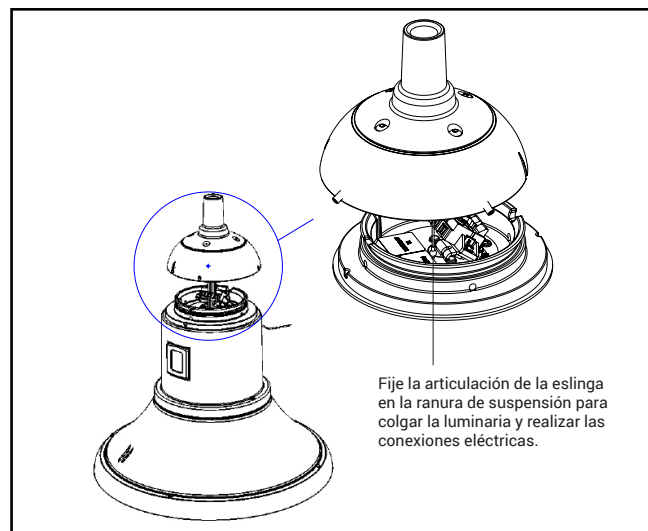

Figura 3.
5. Levante la luminaria y cuélguela del cable de sujeción. El soporte para colgar tiene un imán que jala de la articulación de la eslinga para colocarla en su posición (Figura 3).